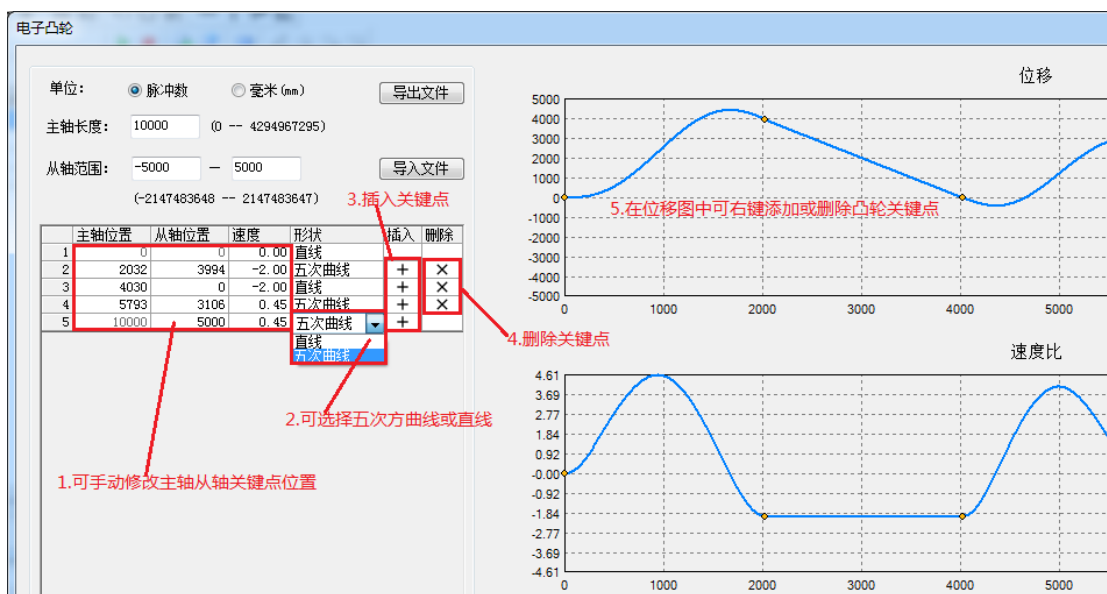

图 3-3
(4) 设定好单位与主轴长度，从轴范围后，可以设定关键点数据。如下图 3-3 所示，可以在表格中增加或删除关键点，也可以在位移图中右键添加凸轮点或删除。每个凸轮表最大可以设置 360 个关键点，在表格中可以设定主轴位置,从轴位置,速度比和关键点之间的曲线类型。曲线的类型可以设置为五次方曲线或者直线插值拟合。除表格设置外，也可以在位移或速度比图中直接拖动关键点，调整位置和速度关系。